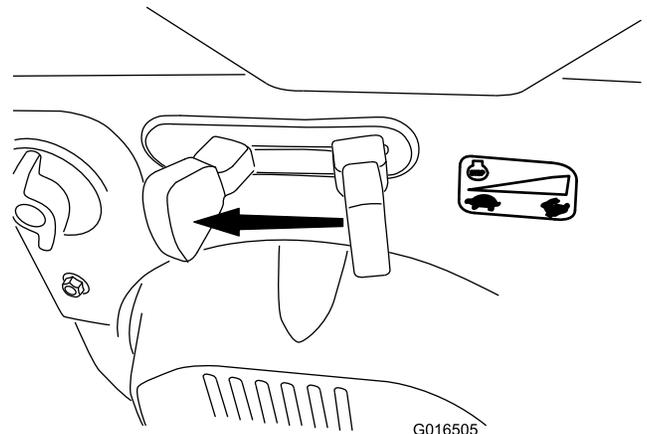

Figure 27
1. Déplacez la commande d'accélérateur en position BAS RÉGIME, puis en position ARRÊT (Figure 27). Vous pouvez aussi couper le moteur en tirant la clé de contact vers l'extérieur, à la position centrale.